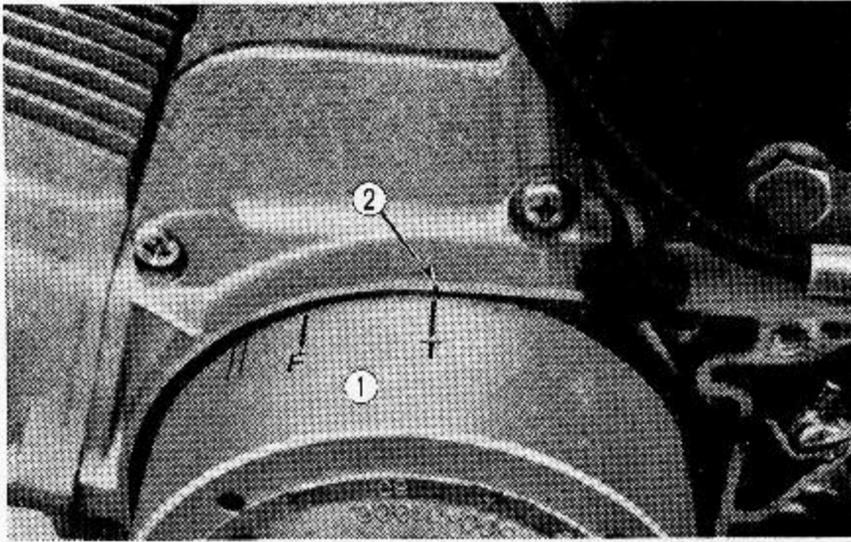

Abb. 6.2 'T' Markierung in Linie bringen
1. Linken Kurbelgehäusedeckel abbauen und die 'T' Markierung am Rotor mit der Bezugslinie am Kurbelgehäuse in Linie bringen. (Abb. 6.2)